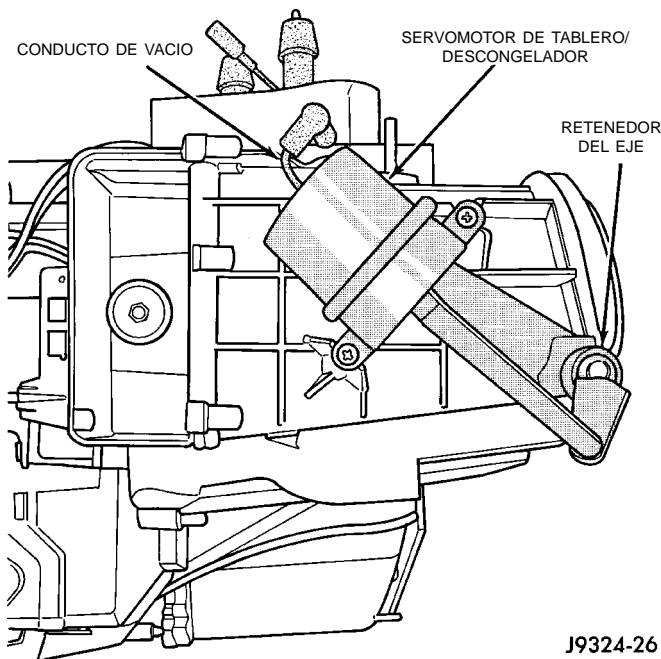
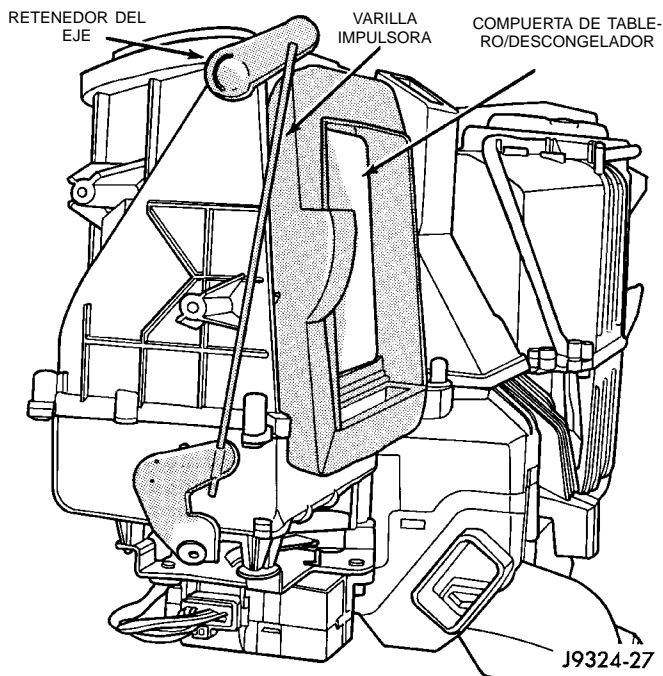

Fig. 52 Compuerta de tablero/descongelador - manual
Fig. 53 Compuerta de tablero/descongelador - ATC
- (1) Desconecte y aisle el cable negativo de la batería.
- (2) Retire el tablero de instrumentos tal como se describe en el Grupo 8E, Sistemas del tablero de instrumentos.
- (3) Desconecte la varilla impulsora de la compuerta de tablero/descongelador (Fig. 52) o (Fig. 53).